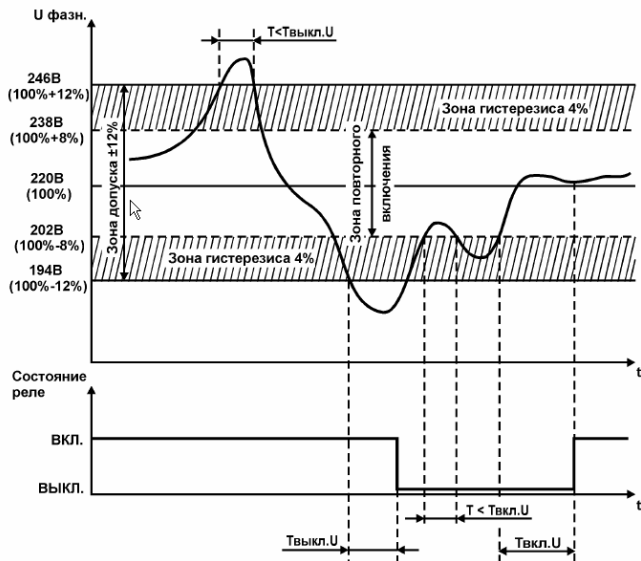

Рис. 3. Работа канала контроля напряжения при установленной зоне допуса в $\pm 12\%$ и гистерезисе 4% от номинального в 220 В
Если в процессе работы текущее значение $U_{\text{ФАЗН}}$ выходит из зоны допуска (рис. 3), то прибор сигнализирует об этом погасанием светодиода «**U!**» и начинает отсчет времени задержки **выключения** выходного реле $T_{\text{выкл.У}}$, величина которого (2,5; 5 или 7,5 с) задается при программировании МНС1. В случае возврата напряжения в зону допуска до истечения времени $T_{\text{выкл.У}}$ реле останется во включенном состоянии, а светодиод снова начнет мигать каждые 2,5 с. В противном случае светодиод «**U!**» включается в момент выключения реле, по истечении времени срабатывания защиты.
4.2.3 При необходимости изменения значения времени задержки включения реле после перегрузки по напряжению $T_{\text{вкл. U}}$ (см. рис. 3) установите на коммутаторе XP1 переключки в положение «2» и «3».
4.2.4 При необходимости изменения времени задержки срабатывания защиты по напряжению $T_{\text{выкл. } U}$ (см. рис. 3) установите на коммутаторе XP1 перемычку в положение «1».